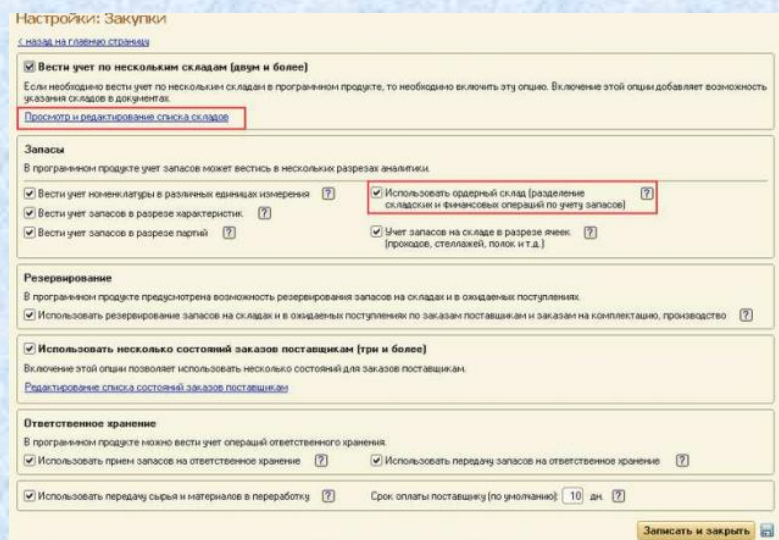

Рисунок 19 - Настройки учета «Закупки»
1. Используйте флажок **Использовать ордерный склад**, (раздел **Предприятие**, далее на панели навигации выбрать **Настройка / Закупки**. (рисунок 19).